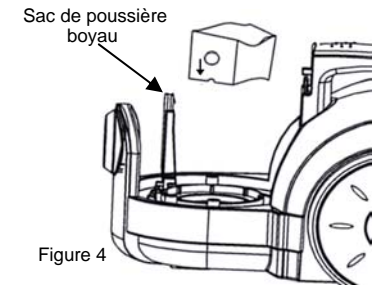

Figure 4
3. Tout en tenant le sac à poussière HEPA dans la main, flèche vers le bas, glissez-le fermement entre les fentes du porte sac. (Fig. 4)